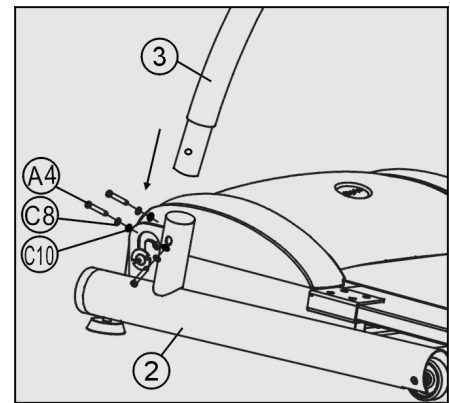

Figure 1
Skjut in vänster ramstolpe (3) i stödramen (2) och sätt fast med tre skruvar M8*16 (A4) och brickor Φ 8 (C3). Skruva ej åt helt i detta skede. (Se fig 1)